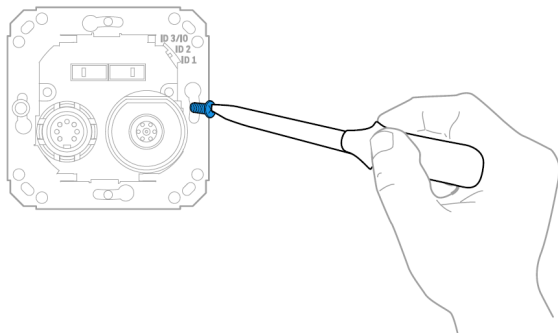

Abb. 2: Montage auf der uP-Dose
- Systevo Betteneinheit mit geeigneten Schrauben auf der uP-Dose montieren (Abb. 2)